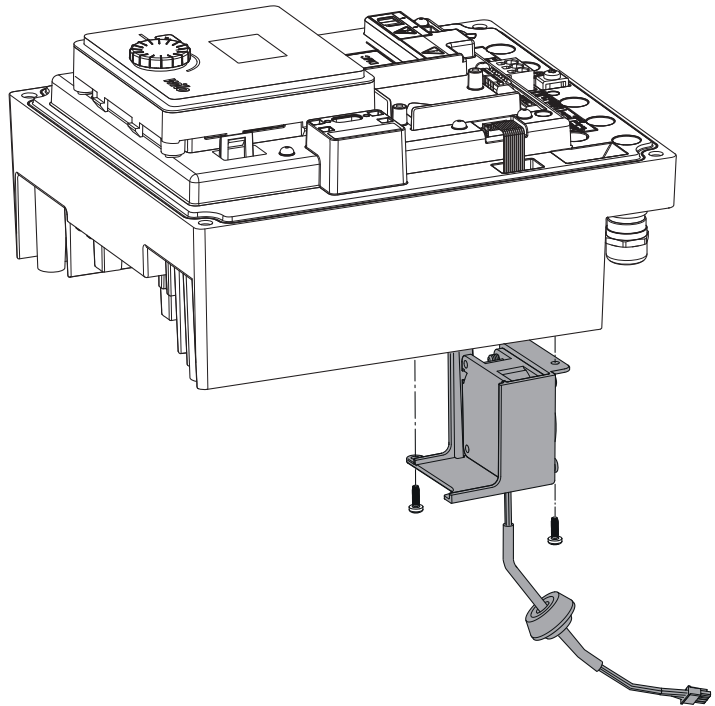

Fig. 48: Moduulituulettimen, kaapelin ja kumitiivisteen irrotus
- Poista moduulituuletin ja irrota kaapeli kumitiivisteineen moduulin alaosasta (Fig. 48).